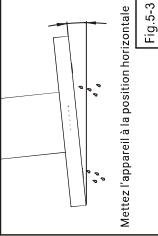

Fig. 5-3
3. Le boîtier doit être installé à l'horizontale afin d'éviter que l'huile ne déborde du déflecteur. (Fig. 5-3)